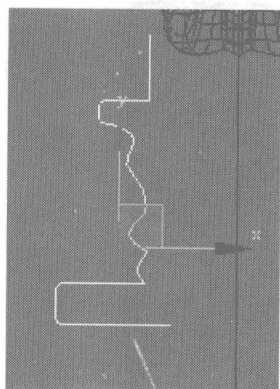
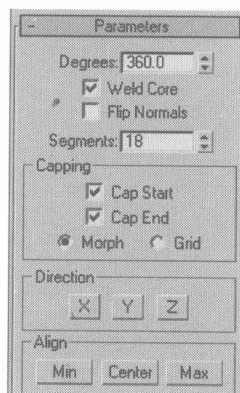
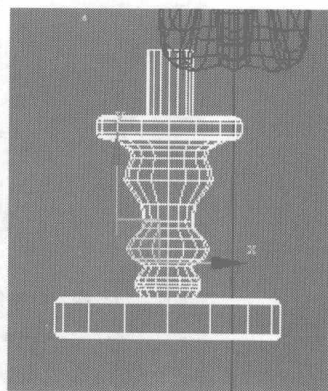

图 5.493
图 5.494
图 5.495
- 12** 选择如图 5.493 所示的曲线模型, 在  修改面板的下拉菜单中选择 **Lathe** 选项, 单击 **Max** 按钮, 在 **Parameters** 卷展栏中设置如图 5.494 所示参数, 模型显示如图 5.495 所示。